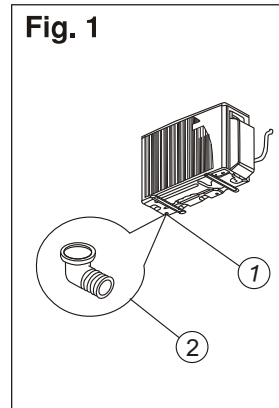

Fig. 2
7. Quand l'unité est installée sur un mur, installez le connecteur de tuyau flexible condensats et le bouchon de vidange comme montré dans la figure 1 et la figure 2.